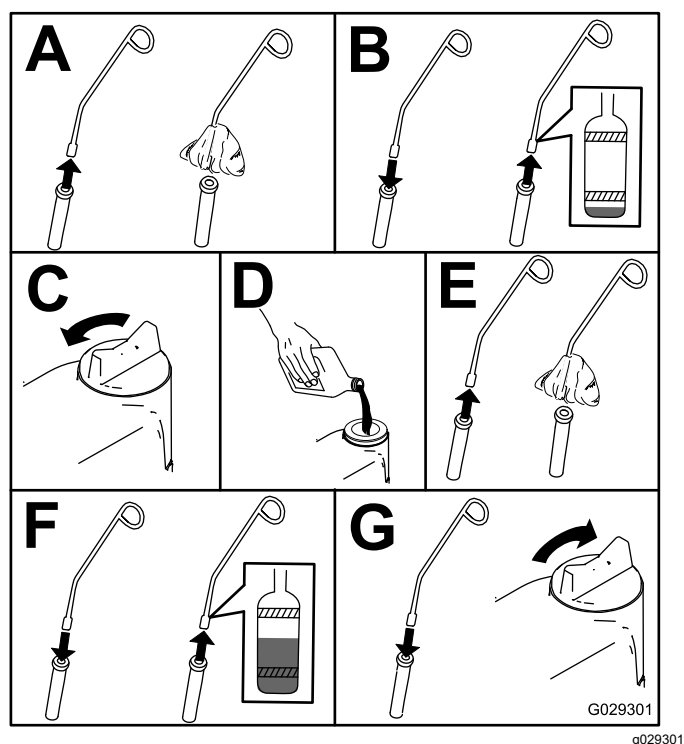

Figure 40
4. Contrôlez le niveau d'huile moteur, comme montré à la Figure 40.